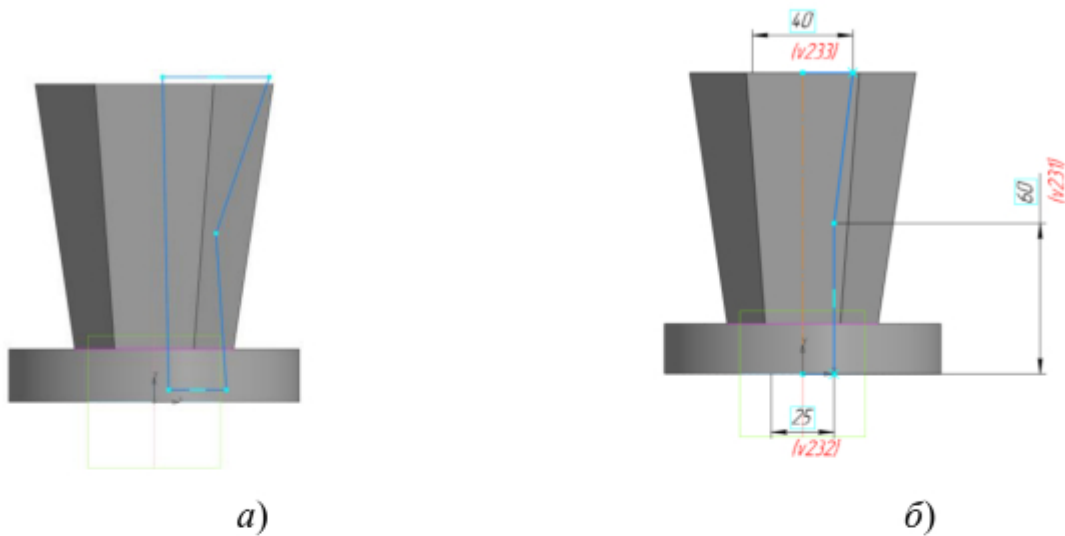

Рис. 22 Эскиз для команды «Вырезать вращением»: а – геометрия эскиза, б – зависимости в эскизе
- **Плоскость XZ – Создать эскиз (рис. 22).**
Для построения эскиза использована команда «Отрезок» (см. рис. 22, а). К примитиву Отрезок применены ограничения: геометрические («Выравнивание» по вертикали и по горизонтали, «Объединить точки») и размерные. Для вертикального отрезка, проходящего через начало координат, изменить тип
линии на Осевую. Это упростит нанесение размеров диаметров цилиндра и усеченного конуса (см. рис. 22, б).
Параметры операции Вырезать вращением: результат операции – вычитание; сечение – Эскиз 5 (рис. 22); ось – ось Эскиза 5 (см. рис. 22); угол поворота – 360° .